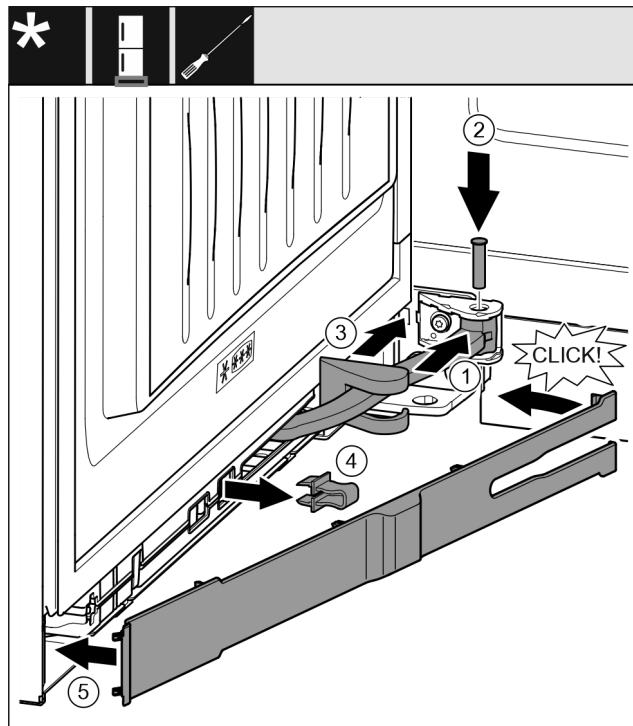

Fig. 38
- ▶ Pagrieziet šarnīru viru mehānismā. Fig. 38 (1)
- ▶ Ievietojiet tapu ar skrūvgriezi T15 viru mehānismā un šarnīrā. Uzmaniet, lai aizmura izcilnis pareizi atrastos rievā. Fig. 38 (2)
- ▶ Bīdīiet gultņa balsta pārsegu gar šarnīru un uzstādiet viru mehānismu. Fig. 38 (3)
- ▶ Noņemiet aizturi. Fig. 38 (4)
- ▶ Pielieciet aizsegu no roktura puses un pievirziet. Fig. 38 (5)